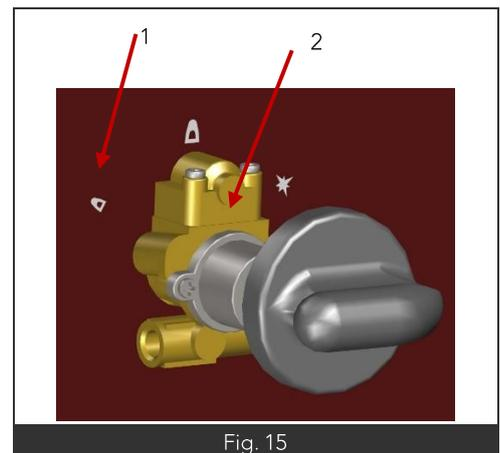

Fig. 15
- Mettre la position ralenti (Fig15 Rep1)
- Visser (Fig15 Rep2) + ou – le ralenti pour faire réduire la flamme des 2/3.